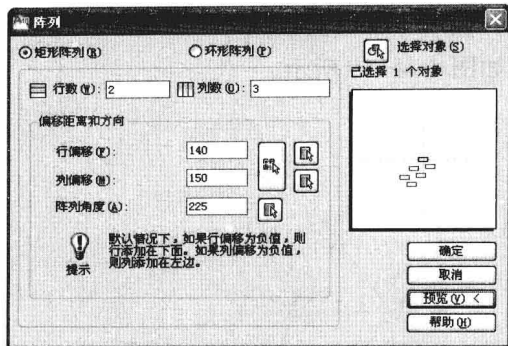

图 4-4-15
(6) 命令行提示“拾取或按 Esc 键返回到对话框或 <单击鼠标右键接受阵列>”,按 Enter 键,接受阵列结果。
(7) 单击“阵列”按钮,打开“阵列”对话框,选择“矩形阵列”选项,单击“选择对象”按钮,单击右侧圆,并按 Enter 键。
(8) 在“阵列角度”右侧输入新的角度值为“225”,其他设置不变,如图4-4-15所示。